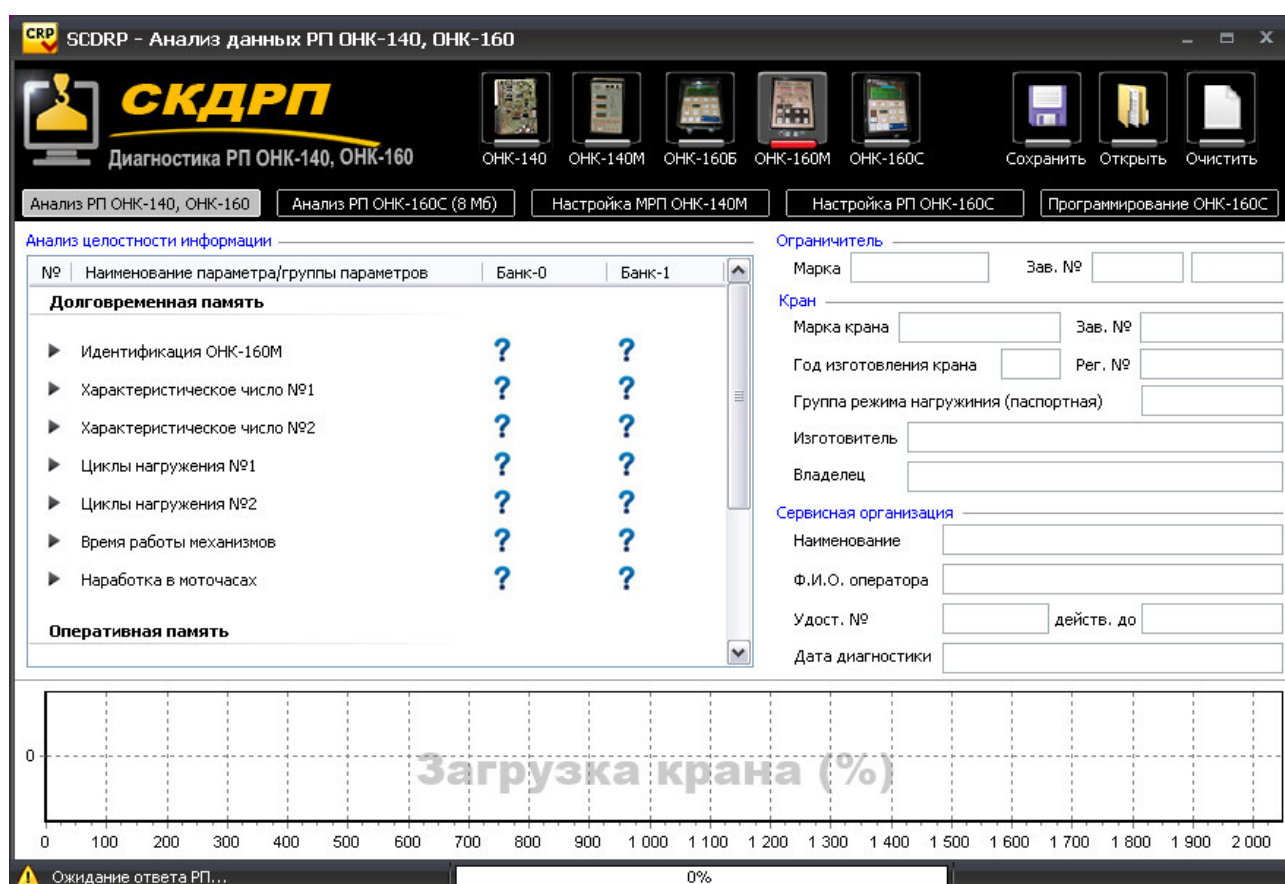

Рисунок 31. Считывание информации из РП ОНК-160М.
5. Нажать кнопку считывания информации с РП ОНК-160М –  . Таблица анализа целостности информации заполнится наименованиями блоков. В строке состояния появится сообщение «Ожидание ответа РП...» (Рисунок 31).